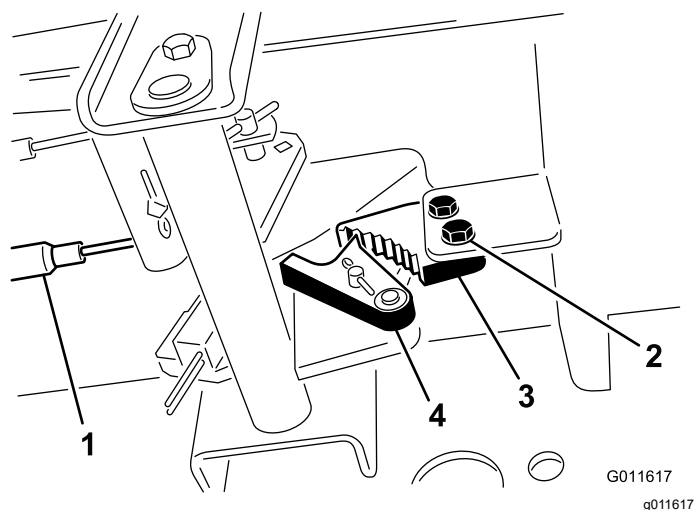

Figura 97
- Solte os 2 parafusos que prendem a lingueta do travão de estacionamento à estrutura (Figura 97).
- Carregue no pedal do travão para a frente até o detentor do estacionamento engatar completamente na lingueta do travão (Figura 97).